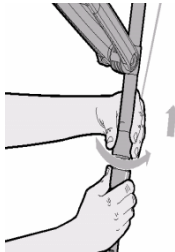

Рисунок 7
- у напрямку проти годинникової стрілки розгорніть верхню частину штанги (рис. 7) з основним та додатковим руків'ями на кут 180° відносно корпусу двигуна (штанга може повертатися тільки проти годинникової стрілки);
- відпустіть кільце (8) для фіксації обраного положення.